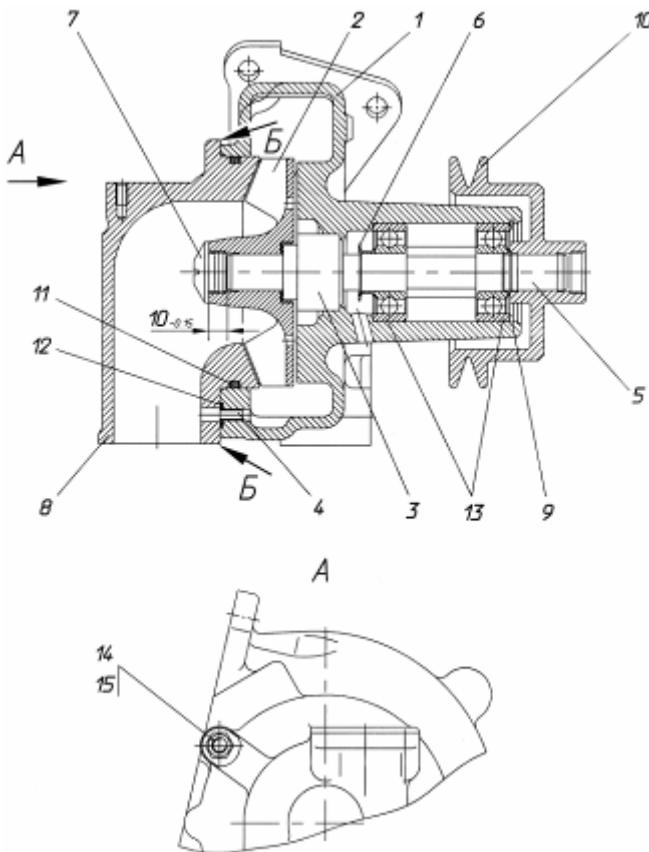

Рис. 88. Водяной насос:
- 5 Отвернуть гайки 14 (рис. 88) патрубка 8.
- 2 Напрессовать на вал 5 (рис. 88) подшипники 13 и водосбрасыватель 6. При этом необходимо:
- 9 Напрессовать крыльчатку 2 в сборе с манжетой и уплотнительной втулкой на вал 5 (рис. 88). При этом необходимо:
- установить крыльчатку и в валу в размер $10_{-0,15}$ мм (рис. 88) между торцом вала и торцом ступицы крыльчатки. Для этого необходимо при запрессовке установить на торец вала диск диаметром не более 13 мм и высотой $10_{-0,15}$ мм.